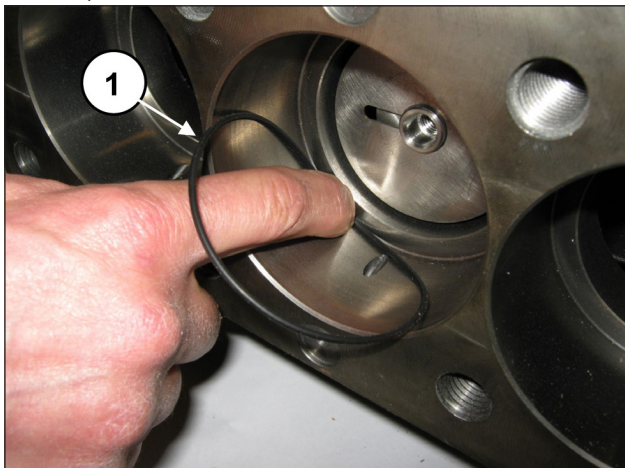

Рис. 154
После снятия 3 центровочных втулок торца. Снимите кольцо O-ring со дна опоры уплотнений (поз. ①, Рис. 154).